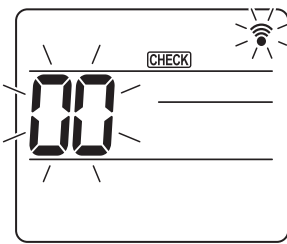
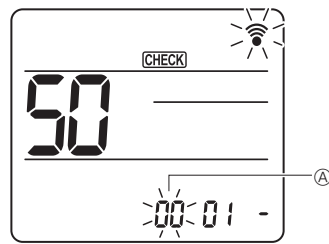
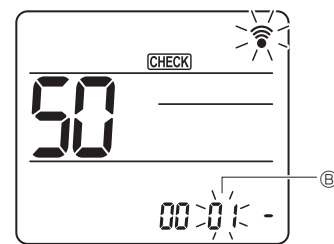
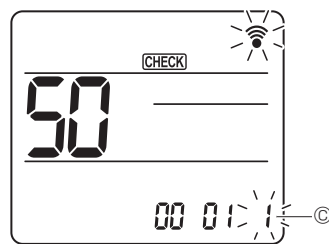

Fig. 7-16
Fig. 7-17
Fig. 7-18
Fig. 7-19
#### 7.4.2. Bežičnim daljinskim upravljačem (Fig. 7-16, Fig. 7-17, Fig. 7-18, Fig. 7-19)
(Počnite ovu operaciju iz statusa u kojem je isključen prikaz daljinskog upravljača.) [CHECK] (PROVJERI) je osvijetljeno, a „00” treperi. (Fig. 7-16)
② Postavljanje broja jedinice
Pritisnite gumb [DOWN] da biste postavili broj jedinice ①. (Fig. 7-17)
③ Odaberite način rada
Pritisnite gumb [DOWN] da biste postavili broj načina rada ②. (Fig. 7-18)
④ Odabiranje broja postavke
Upotrijebite gumb [DOWN] da biste promijenili broj Postavke ③. (Fig. 7-19)